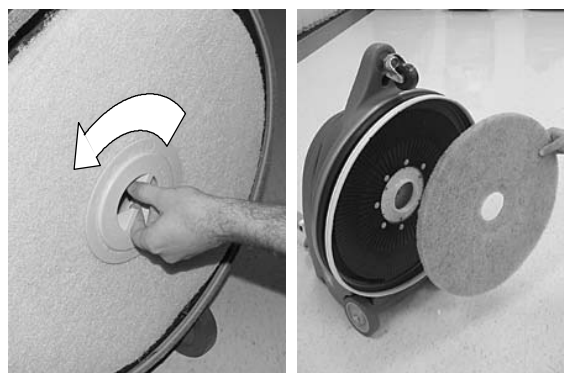

BILD. 9
- Kontrollera rondellen för skador efter bruk. Vid slitage tar du bort rondellen, lutar maskinen och placerar en ny rondell på plats (bild 9).